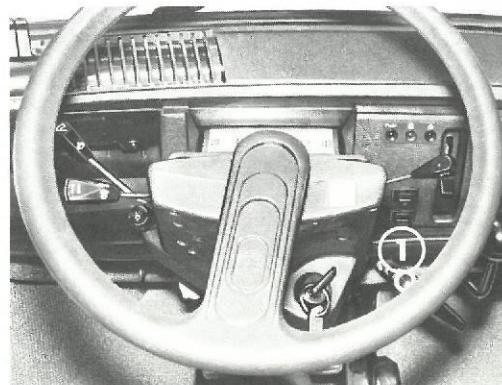

Fig. 19 – Katastrofeblink
**Katastrofeblink (fig. 19)**
- Start : Tryk på kontakten (1), en rød kontrollampe blinker på instrumentbordet sålænge katastrofeblinket er aktiveret.